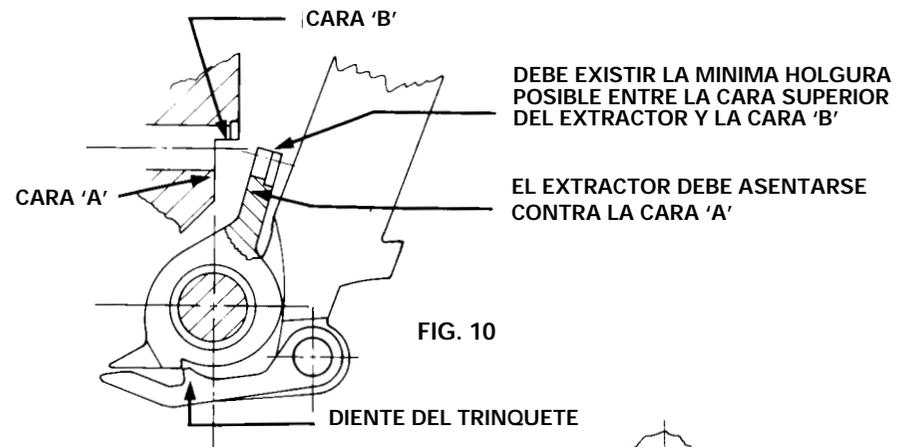

FIG. 10
1. Unir el extractor al Bloque de Percusion (710/4), cerciorarse de que el diente del trinquete (710/27) encaje correctamente en la cara de contacto del extractor (ver la Fig. 10). Si es preciso, rebajar con una lima de picadura muy dulce dicha cara en el extractor para conseguir el ajuste deseado; de ser posible, procurar que el ajuste sea tal que se necesite un leve empuje para enganchar el diente del trinquete con la cara de contacto del extractor.
2. El extractor, todavia unido al Bloque de Percusion, debe acoplarse con el canon. Si la cara superior del extractor (ver la Fig. 10) tropieza con el nicho en el bloque de culata, sera necesario limar esta cara del extractor hasta que permita asentarse la cara de la "hoja" del extractor, con la minima holgura posible. Es importante quitar la minima cantidad posible de material de esta cara superior, utilizando una lima de picadura muy ducele.
4. Luego limar una ranura semicircular pequena en el centro exacto del pasador (en angulo recto con el eje) de 1/64" (0.4 mm). de profundo, y 3/32" (2.5mm) de ancho aproximadamente. (Fig. 10).